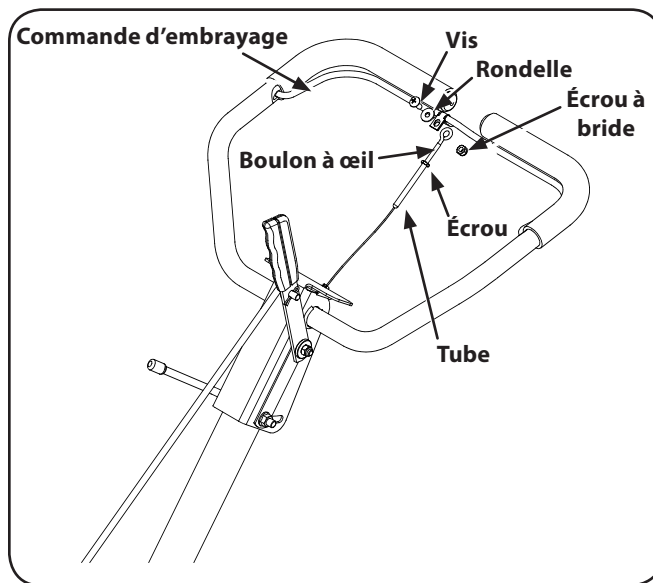

Figure 3-5
4. Enlevez la vis, l'écrou autobloquant à bride et la rondelle de la commande d'embrayage. Voir Figure 3-5.
6. Placez l'écrou sur le boulon à œil avant d'insérer le boulon dans le tube à l'extrémité du câble. Vissez le boulon jusqu'à environ 3/4" du filetage. Serrez bien l'écrou. Voir Figure 3-5.